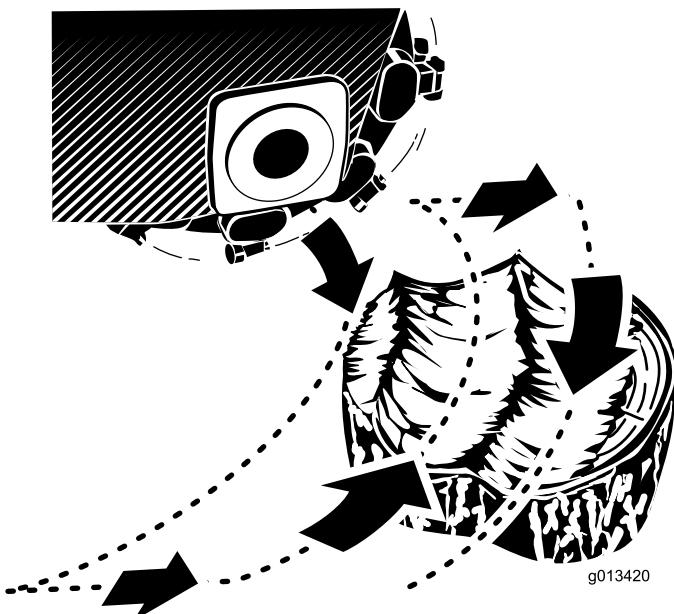

Figure 22
2. Utilisez le levier de commande de la dessoucheuse et la commande de déplacement pour positionner la dessoucheuse d'un côté à l'avant de la souche, à environ 2,5 cm sous la surface (Figure 22).
4. Utilisez le levier de commande pour passer la dessoucheuse lentement sur la souche et enlever une largeur de copeaux (Figure 22).
5. Avancez la machine de quelques centimètres et répétez l'opération 4 (Figure 22).
6. Répétez les opérations 4 à 5 jusqu'à ce que la face entière de la souche soit complètement rabotée (Figure 22).